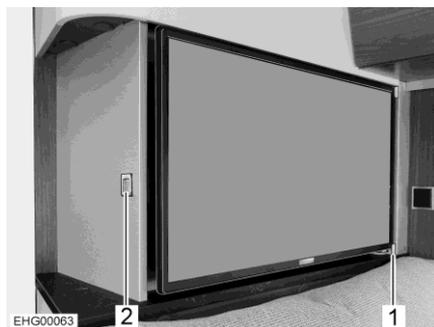

Fig. 67 Schermo piatto
Lo schermo piatto è bloccato lateralmente con una guida (Fig. 67,1).
- Premere il tasto di sblocco (Fig. 67,2).
- Portare lo schermo piatto nella posizione desiderata rimuovendolo dalla guida (Fig. 67,1).
- Spingere indietro lo schermo piatto, finché non si innesta lateralmente nella guida (Fig. 67,1).